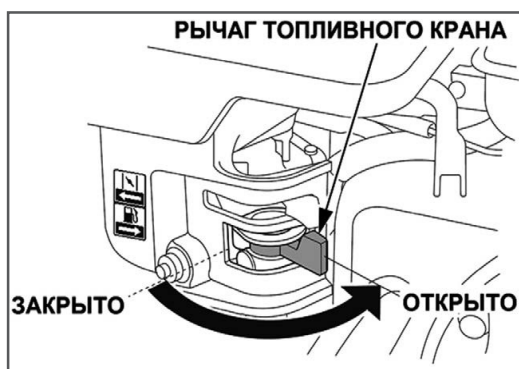

Рис.9 Топливный кран карбюратора
2. Откройте топливный кран карбюратора. Для этого рычаг топливного крана (Рис. 9) установите в крайнее правое положение. 5. Выключатель зажигания установите в положение ON (Включено) (Рис. 12).